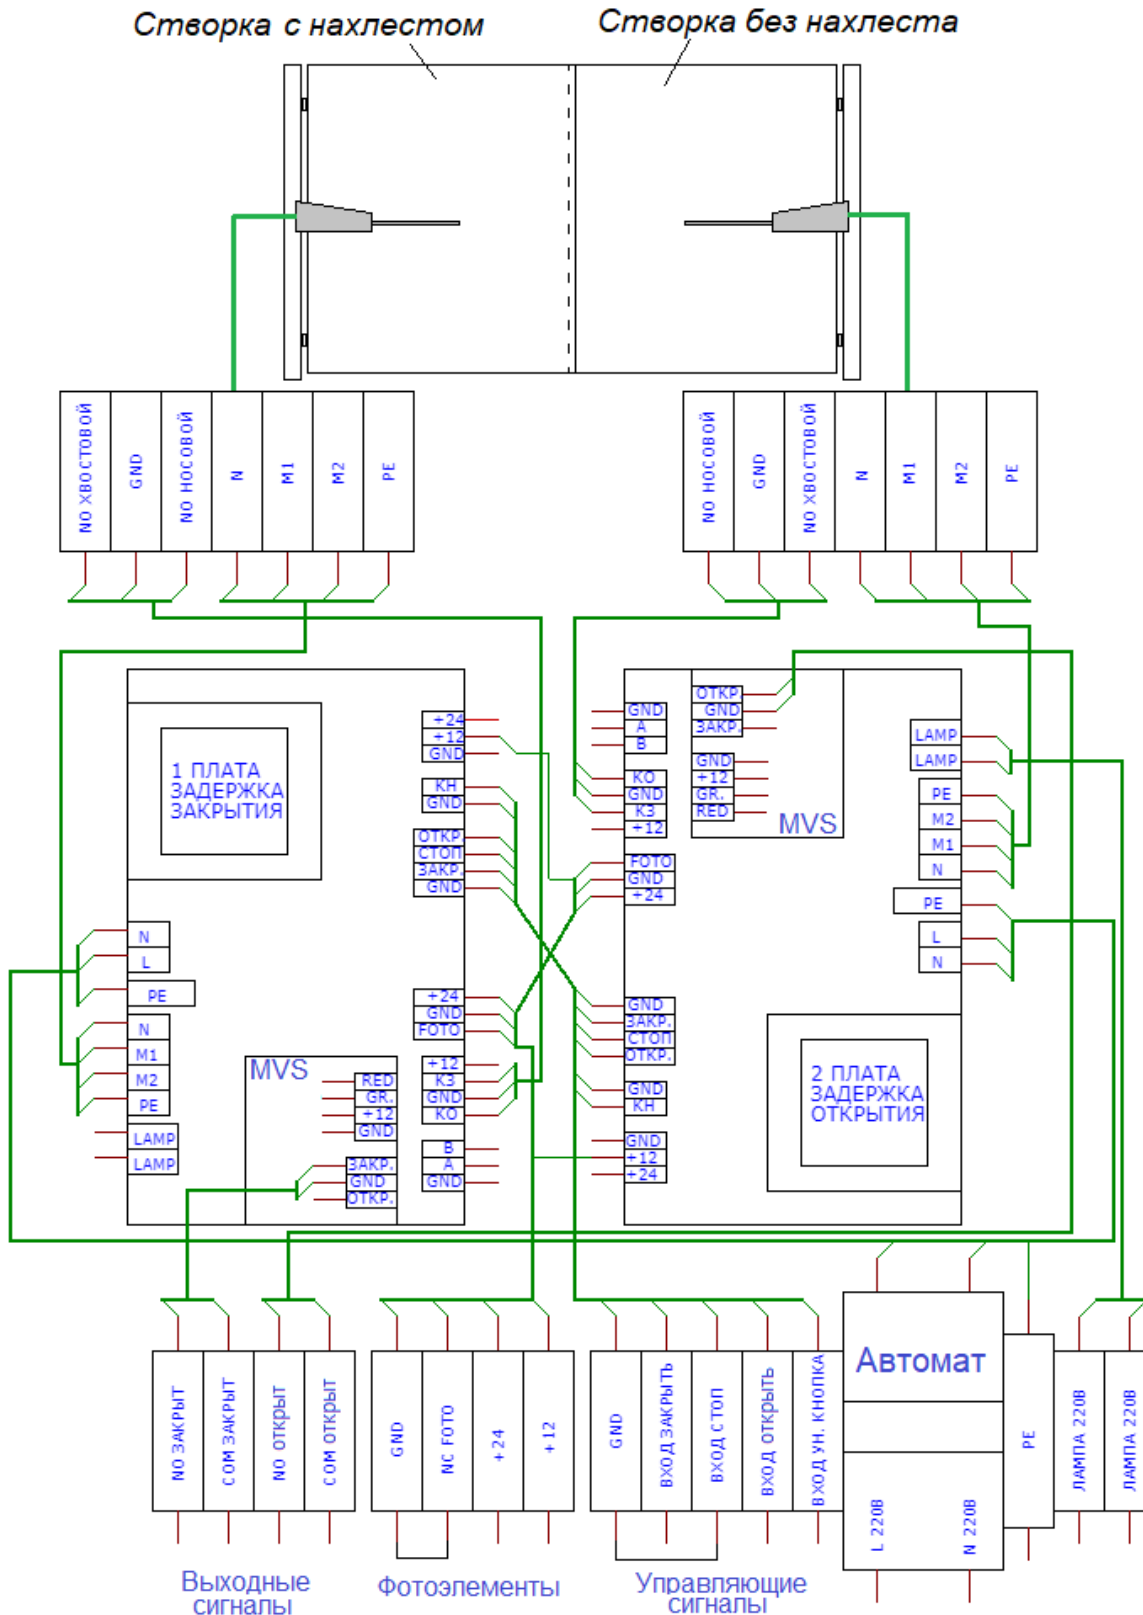

Рис.6
6.1. Привода подключаются к платам 1 и 2 (смотри схему на Рис.6),
Питание приводов однофазное, подключается к Автомату на Колодке управления (см. Рис. 6)
Подключается к Колодке управления (см. Рис.6) на клеммы «GND», «Открыть», «Стоп», «Закрыть».
Универсальная кнопка (ПКЕ-222-1 или др.) подключается к Колодке управления (см. Рис.6) на клеммы «GND» и «Ун.кнопка». Активация приводов происходит при замыкании контактов, при этом будет гореть светодиод VD16 на Платах 1 и 2.
Фотоэлементы подключаются к Колодке управления (см. Рис. 6) на клеммы «Фотоэлементы». Питание фотоэлементов – 24В.
Сигнальная лампа подключается к Колодке управления (см. Рис.6), на клеммы «Лампа». Напряжение питания 220В.